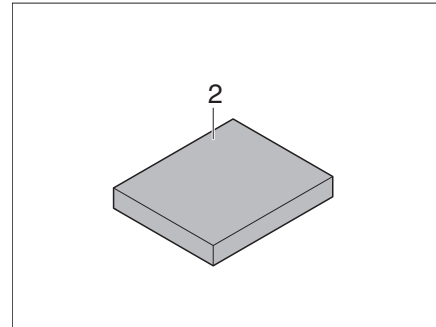

Fig. 188 Coussin supplémentaire
- Placer le coussin supplémentaire (Fig. 188,2) au milieu sur la table.